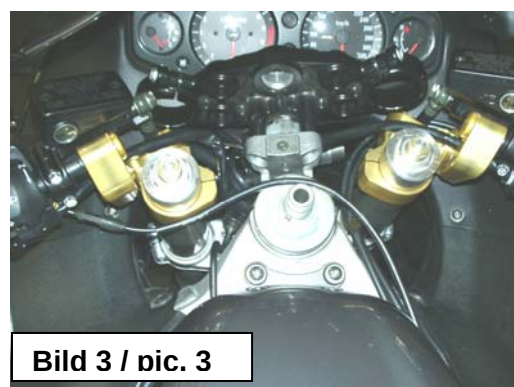

Bild 3 / pic. 3
11. Chokeyzug so verlegen wie auf Bild 3 zu sehen.